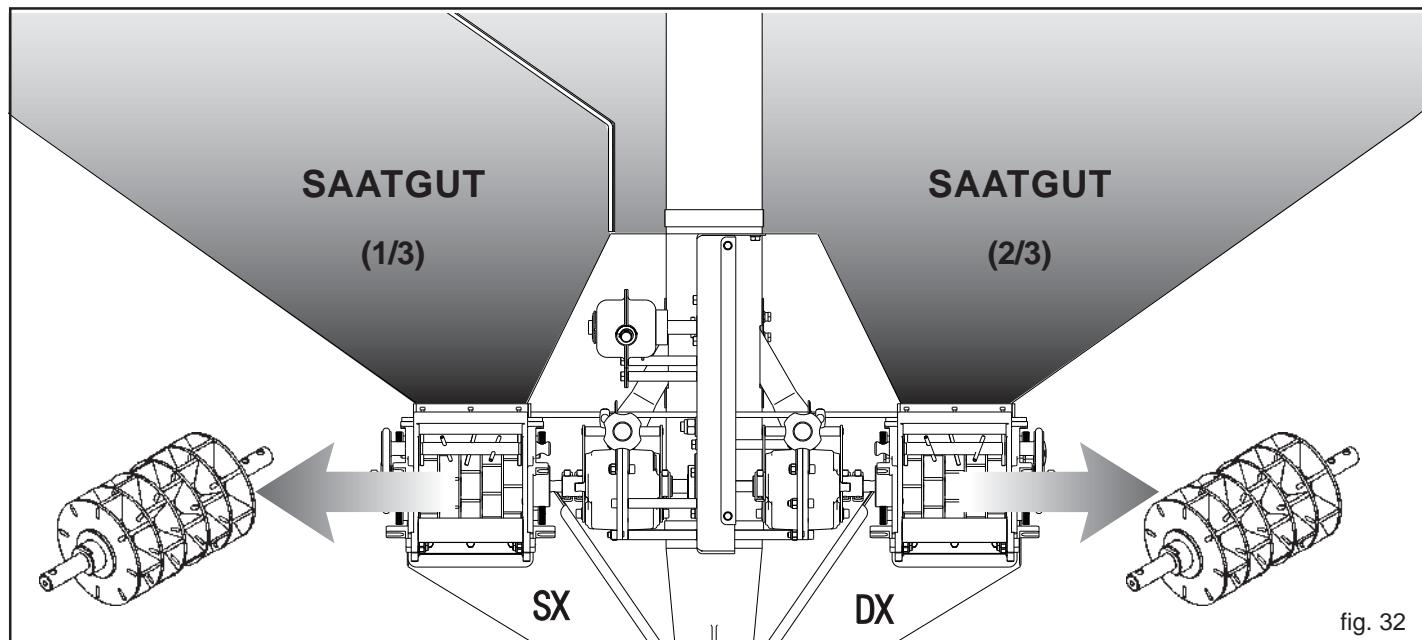

fig. 32
- 2) SAATGUT-SAMEN (Abb. 32).
- Abkuppeln (A), um eine Saatgutabdrehprobe durchzuführen;
- Abkuppeln (B), um eine Düngerabdrehprobe durchzuführen;
3.4.4.2 SAATGUT-SAATGUT (Abb. 32)